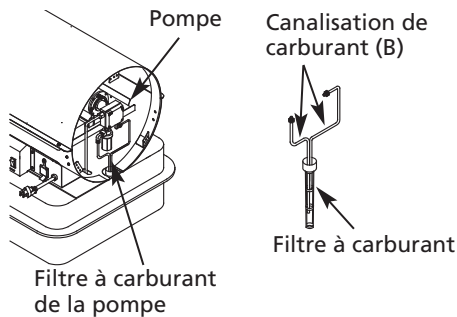

Figure 17 – Déposer le filtre du réservoir à carburant
- Débrancher la canalisation de carburant (B) de la pompe et de son filtre avec une clé de 3/8 po (voir la Figure 17).
- Raccorder les canalisations de carburant (B) à la pompe et à son filtre.